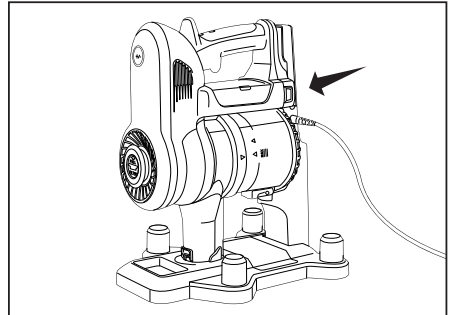

Fig. 2
1. Coloque el cuerpo principal en la Estación de Almacenamiento/Carga y ajuste la conexión entre los puntos del cuerpo y la Estación de Almacenamiento/Carga (Fig. 2).